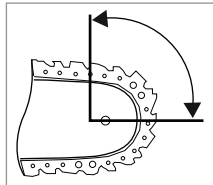

Fig. 1
- In alcuni casi, il contatto con la punta del binario potrebbe causare una reazione inattesa a ritroso, in cui la lama 35 potrebbe scattare verso l'alto e in direzione dell'operatore (vedere fig. 1).